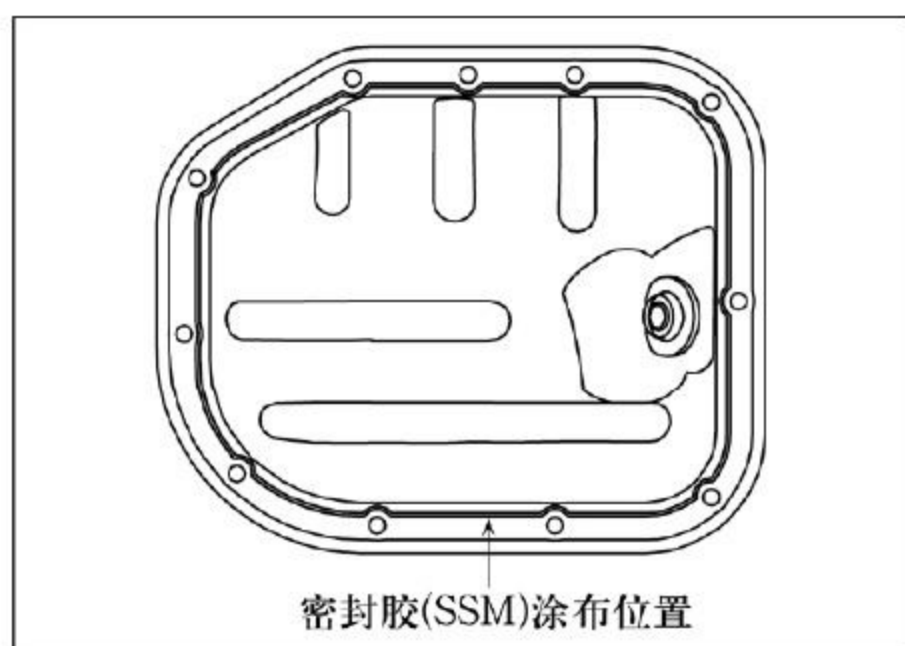

图10-3-7 涂密封胶
- (1) 清理油底壳法兰面上的密封胶，用煤油清洗油底壳内腔的油污及杂质等，然后涂乐泰5699硅橡胶平面密封胶(SSM)，要求胶线直径约3mm，胶线连续。如图10-3-7所示。